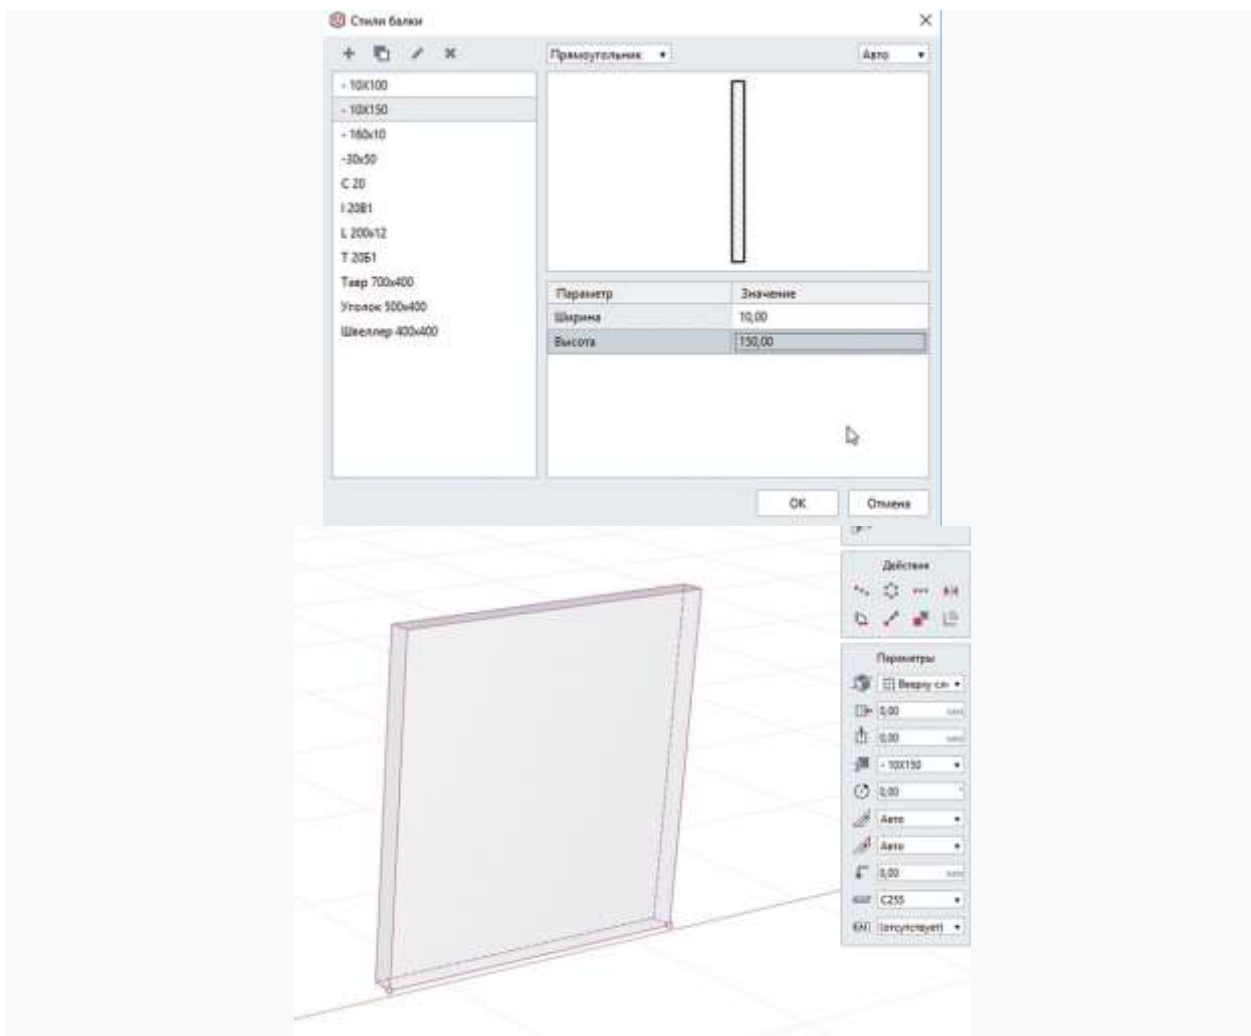

Рисунок 10.3 -. Задание профиля для закладной детали. Моделирование пластины закладной детали
4. Смоделируем пластину закладной детали инструментом *Балка*. Для этого создадим новый профиль в стилях балки (рис. 10.3). Отстраиваем пластину в окне сборки. Поменять материал пластины на сталь.